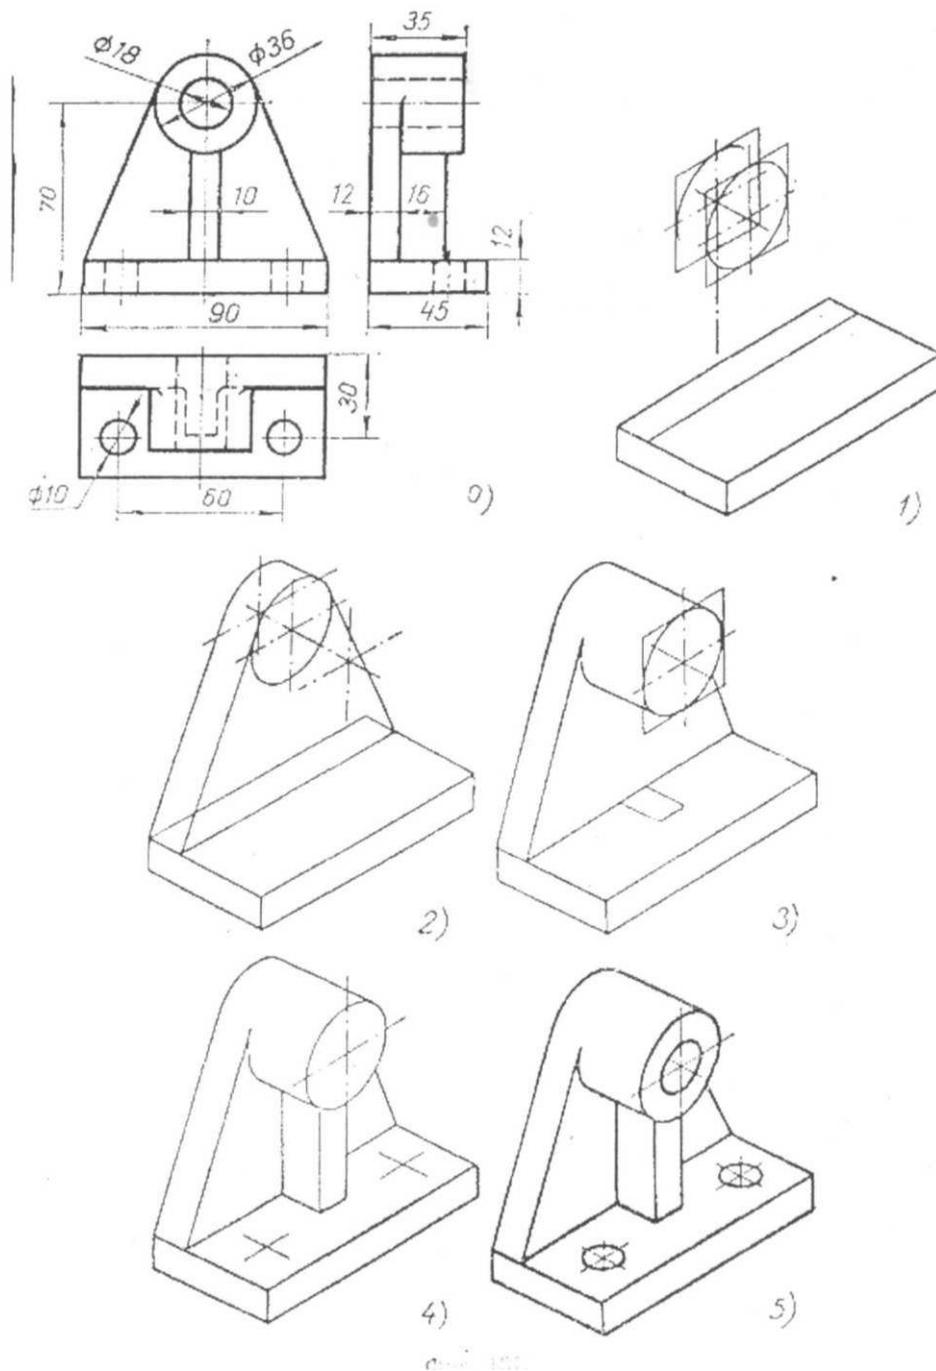

Рисунок 4.8.
4.3.2 Построение изометрии стойки по её чертежу (Рисунок 4.8.)